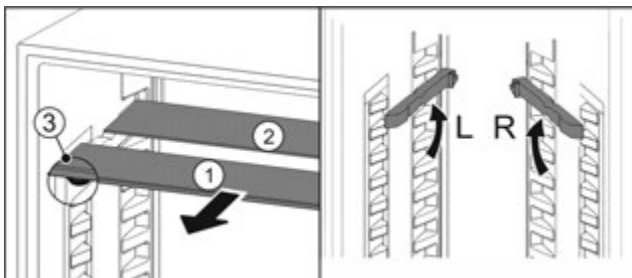

Fig. 76
- ▶ Посуньте Fig. 76 (1) скляну панель вперед.
- ▷ Скляна панель Fig. 76 (1) з декоративною планкою лежить спереду.
- ▷ Стопори Fig. 76 (3) показують вниз.